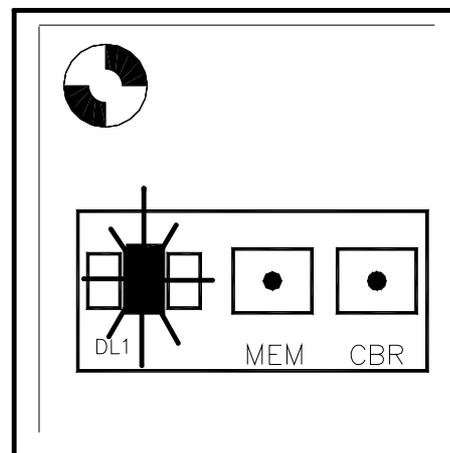

Fig.2
- Alimenter la centrale et presser l’ une après l’ autre les touches “CBR” (avant) et “MEM” (après) (voir Fig.2).
- Presser la touche “MEM” (voir Fig.2); le led s’ allume fixement pour 15 seconds, période dans laquelle le code à programmer doit être envoyé.